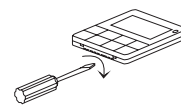

Рис. 1
- Как показано на рис. 1, используйте шлицевую отвертку для открытия корпуса пульта. Для этого аккуратно вставьте отвертку в паз на нижней торцевой поверхности пульта и слегка поверните. Постарайтесь не повредить корпус или плату пульта.